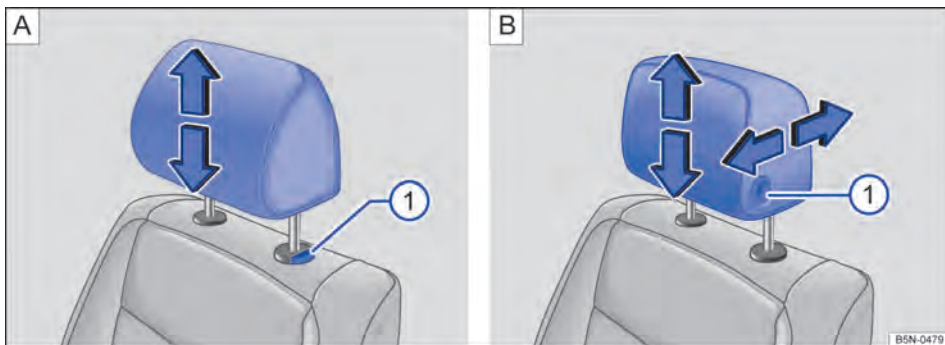
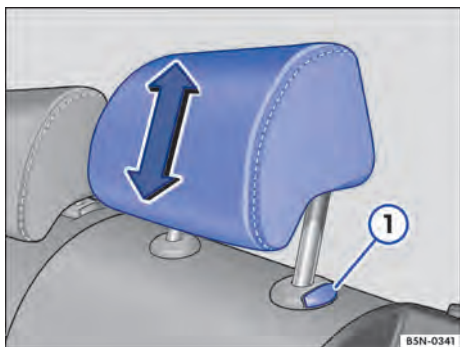

Fig. 49 Ajustar o apoio para cabeça dianteiro: **A** sem possibilidade de ajuste na direção longitudinal, **B** com possibilidade de ajuste na direção longitudinal.
Fig. 50 Ajustar o apoio para cabeça traseiro.
- Empurrar o apoio para cabeça para cima no sentido da seta ou, com o botão \Rightarrow Fig. 49 **1** ou \Rightarrow Fig. 50 **1** pressionado, empurrar para baixo \Rightarrow .
- Empurrar o apoio para cabeça para frente na direção da seta ou para trás com o botão \Rightarrow Fig. 49 **B** **1** pressionado.